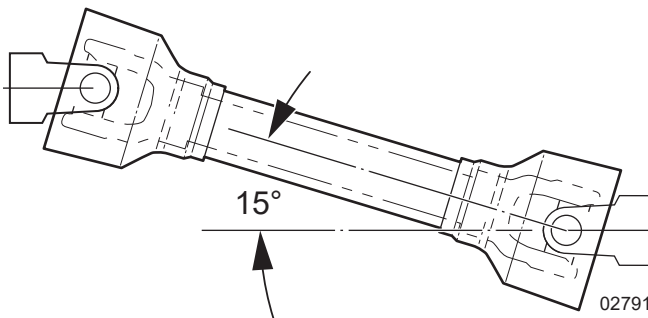

Figure 7 – Angle maximal de l'arbre de prise de mouvement
- L'angle de l'arbre de prise de mouvement n'est pas supérieur à 15° par rapport à la connexion du tracteur. Voir *Figure 7 à la page 14*.